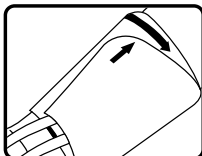

Рисунок 2
6. На застегнутой манжете символ стрелки \uparrow должен указывать на диапазон, обозначенный символом \longleftrightarrow (см. рисунок 2). Это значит, что манжета подобрана правильно и соответствует длине окружности плеча.